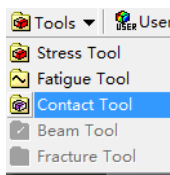

图 8-35 添加接触工具
1) 选择 Solution 工具栏中的“Tools”→“Contact Tool”，如图 8-35 所示，或右击 Solution 对象，在弹出的快捷菜单中选择“Insert”→“Contact Tool”，向 Outline 树结构图中添加一个 Contact Tool 对象。